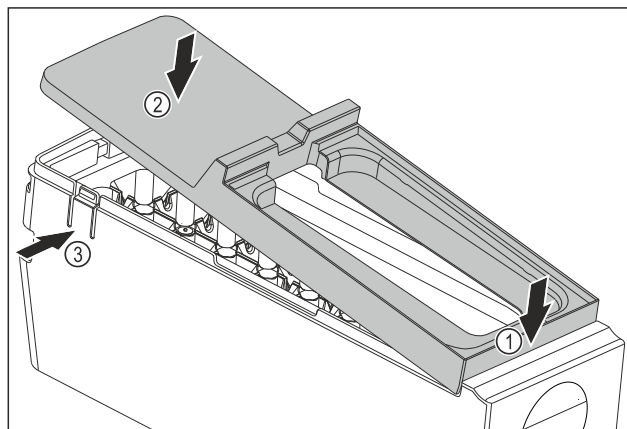

Fig. 147
- Abdeckung des EasyTwist-Ice-Korpus montieren: Abdeckung vorne ansetzen. Fig. 147 (1)
- Abdeckung hinten absenken. Fig. 147 (2)
- Abdeckung rastet hörbar in beiden Laschen Fig. 147 (3) ein.